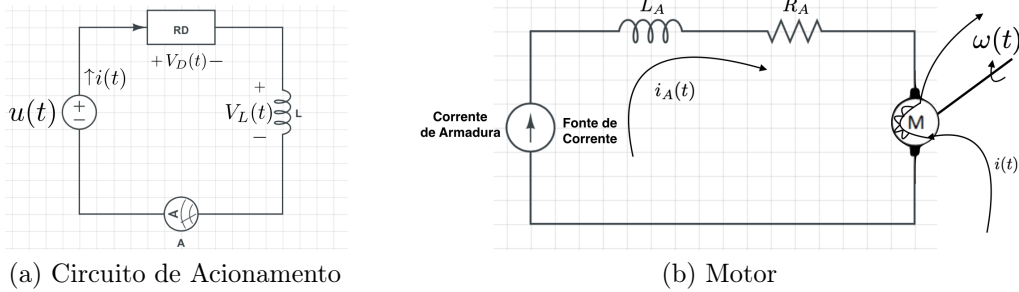

Figura 1: Motor Acionado por Circuito de Fonte CC
A Figura 1 mostra o esquema de controle de velocidade de um motor CC, com acionamento por corrente de campo  $i(t)$ . Neste motor, se utiliza a corrente de campo para modificar o torque desta máquina elétrica e, assim, modificar sua velocidade de giro  $\omega(t)$ . Note que a corrente (de campo) que circula pelo circuito de acionamento,  $i(t)$ , passa pelo rotor desta máquina elétrica.
1. Considere inicialmente apenas o Circuito Elétrico de Acionamento da Figura 1.a. Considere que sistema é modelado através da Eq. (3) com  $u(t)$  como variável manipulada e  $i(t)$  como variável de processo. Analise o funcionamento do circuito elétrico em equilíbrio, desenhando as características estáticas dentro das faixas de variação das diferentes variáveis associadas ao problema.
2. Ainda para o Circuito Elétrico de Acionamento, considere um ponto de equilíbrio arbitrário, para o qual a corrente é constante e igual a  $\bar{i} = 7.2 \text{ mA}$ . Use a Lei das Malhas, Eq. (3), e linearize o sistema obtido, achando uma relação linear aproximada entre as variações da tensão de entrada e da corrente de campo (variável manipulada e de processo, respectivamente). Esta representação linear é válida para **qualquer** ponto de operação para baixas correntes, ou seja, para todo  $i(t) \in [0, 20] \text{ mA}$ ? Discuta